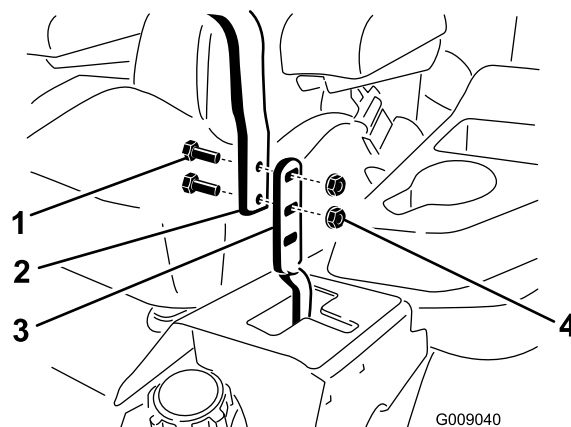

Figura 85
3. Afloje los pernos y las tuercas con arandela prensada de las palancas (Figura 85).